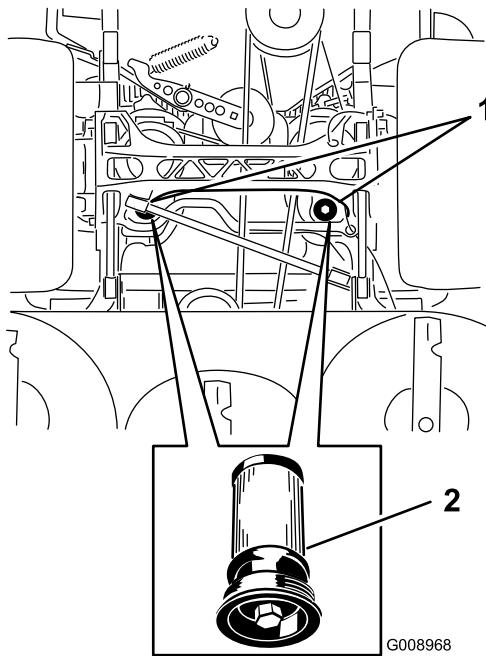

Figure 90
5. Placez un bac de vidange sous le filtre, retirez le filtre usagé et essuyez la surface (Figure 90).
6. Appliquez une fine couche d'huile hydraulique sur le joint en caoutchouc du filtre de recharge (Figure 90).